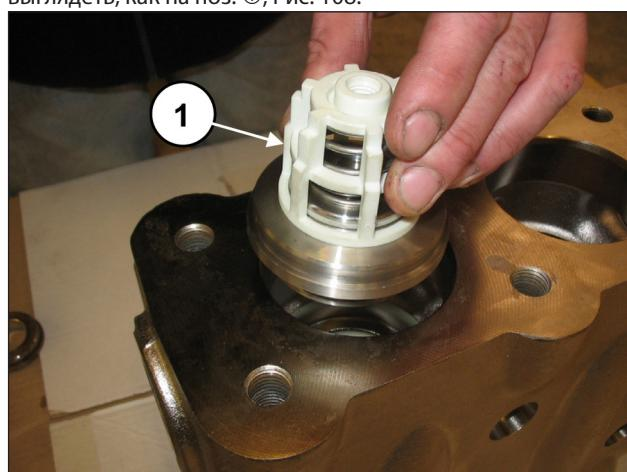

Рис. 107
Вставьте узел нагнетательного клапана (поз. ①, Рис. 107).